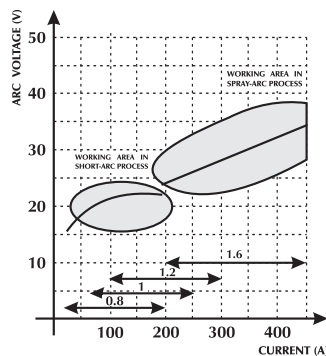

Fig. 2 Diagram over valg af de bedste arbejds karakteristika.
- Trådens fremføringshastighed afhænger af svejsestrømmen. På Fig. 2 og 3 vises de forhold, der findes mellem de forskellige svejseparametre.